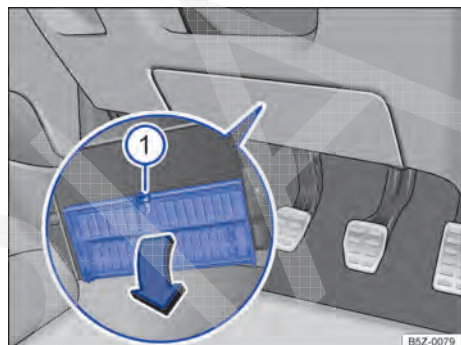

Fig. 147 No lado do condutor embaixo do painel de instrumentos: abrir a cobertura da caixa de fusíveis.
- **Abrir:** pressionar a alavanca de travamento → Fig. 147 ① até que a cobertura se abra.
- **Fechar:** rebater a cobertura no sentido contrário à seta até que ela se trave audivelmente na alavanca de travamento ①.